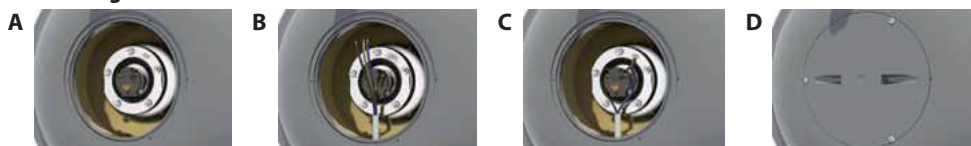

Figura 2.22
- 2 Per collegare la resistenza all'alimentazione principale è necessario un cavo di sezione opportunamente scelta (Figura 2.22 B).
- 3 Passare l'estremità del cavo attraverso la flangia avvicinandola ai componenti elettrici (Figura 2.22 C).
**Il termostato deve essere ben fissato alla resistenza (Figura 2.22 A)**
- 6 Chiudere la flangia (Figura 2.22 D).